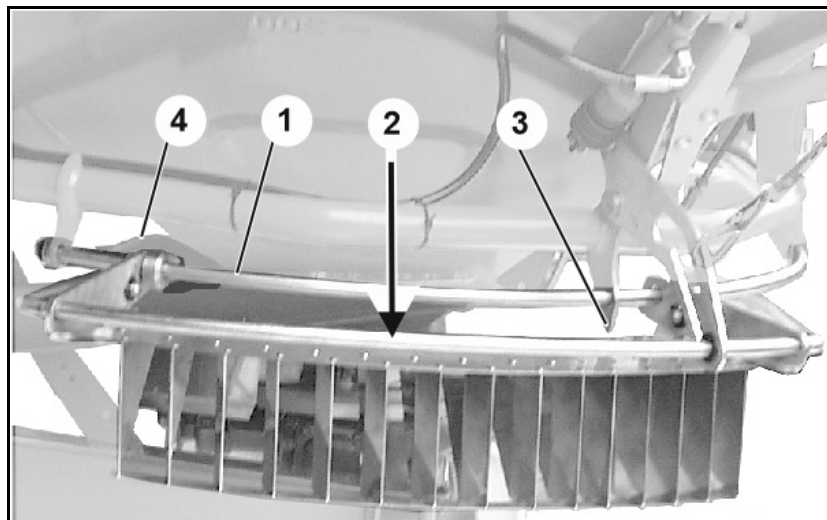

图 76
- 通过将临界撒播罩推移至导向架 (图 76/1) 上进行设置。
- 在撒播表中读取的数值可再次在临界撒播罩 (图 76/2) 上找到。
- 气缸架顶尖用作设定值 (图 76/3) 的指针。
1. 松脱旋转把手 (图 76/4) 。